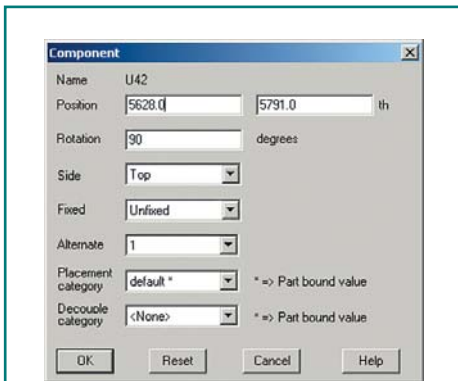

Рис. 12. Редактируемый отчет Item Properties для компонента
13. Выполним щелчок левой кнопкой мыши на контуре компонента U42. На экране появится диалоговое окно Component (рис. 12), в котором будут приведены основные параметры компонента. Имеющиеся здесь текстовые поля и выпадающие списки дают возможность редактировать данные.